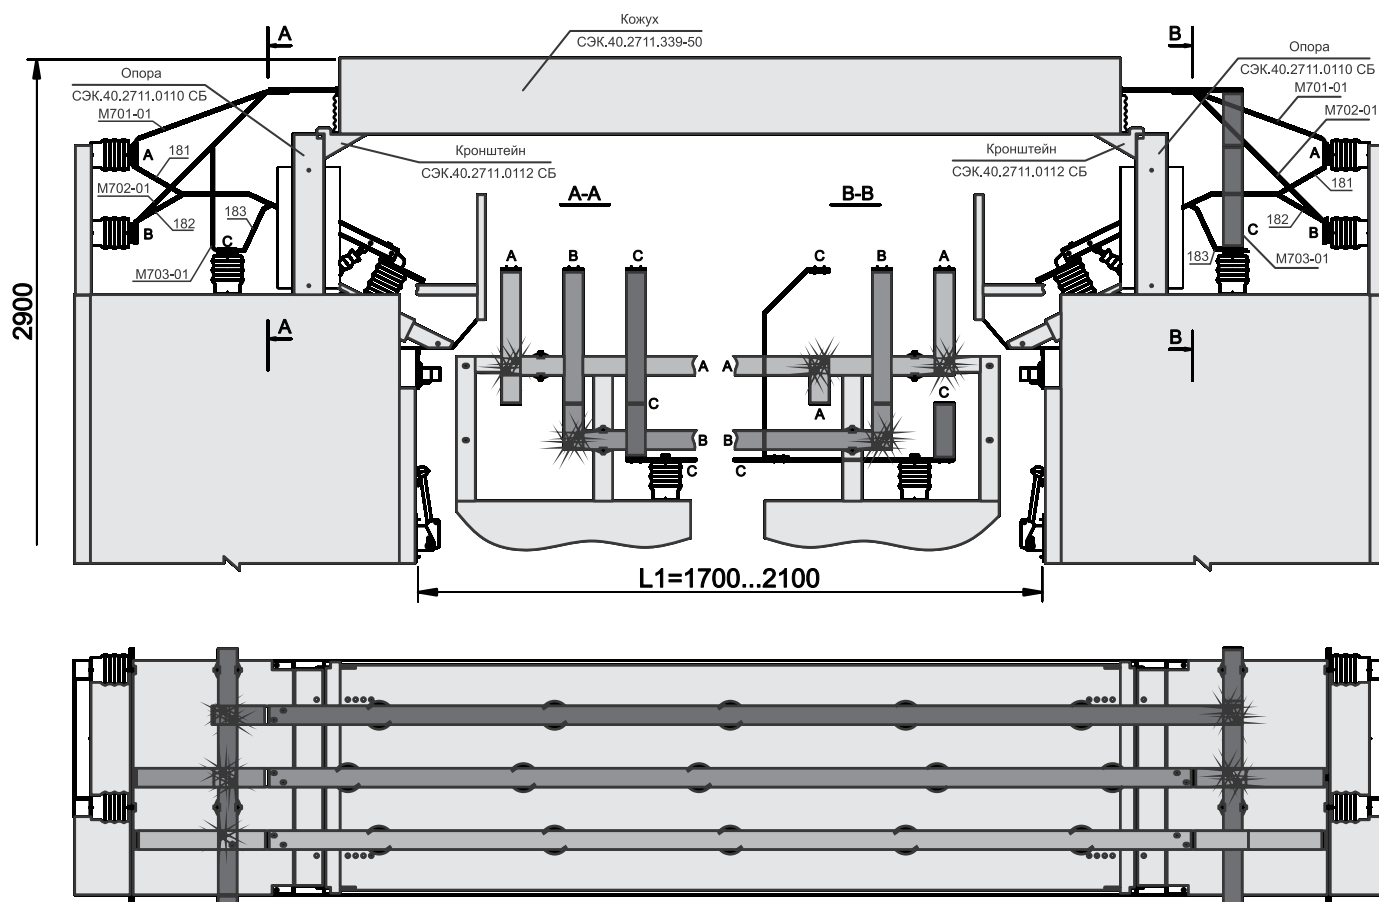

Рисунок 14.1. Шинный мост без несущей рамы
- шинный мост без несущей рамы (рисунок 14.1) применяется, когда ширина прохода не более 2,1 м и на шинный мост не устанавливаются разъединители